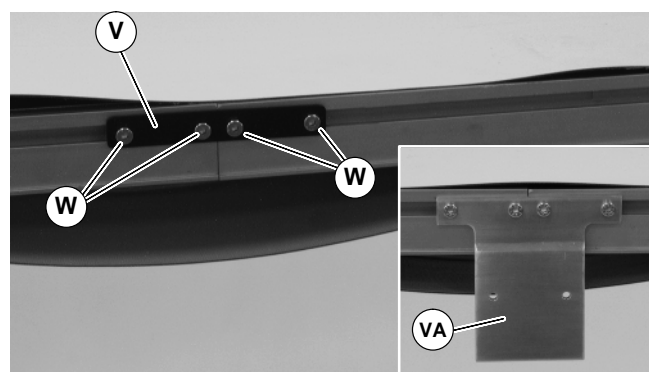

Abbildung 7
4. Die Förderbandsegmente zusammenfügen und die Verbindungsträger (V siehe Abbildung 7) oder die Verbindungs/Installationsträger (VA) und Schrauben (W) zu beiden Seiten, wie angegeben, installieren. Die Schrauben mit 7 Nm festziehen.